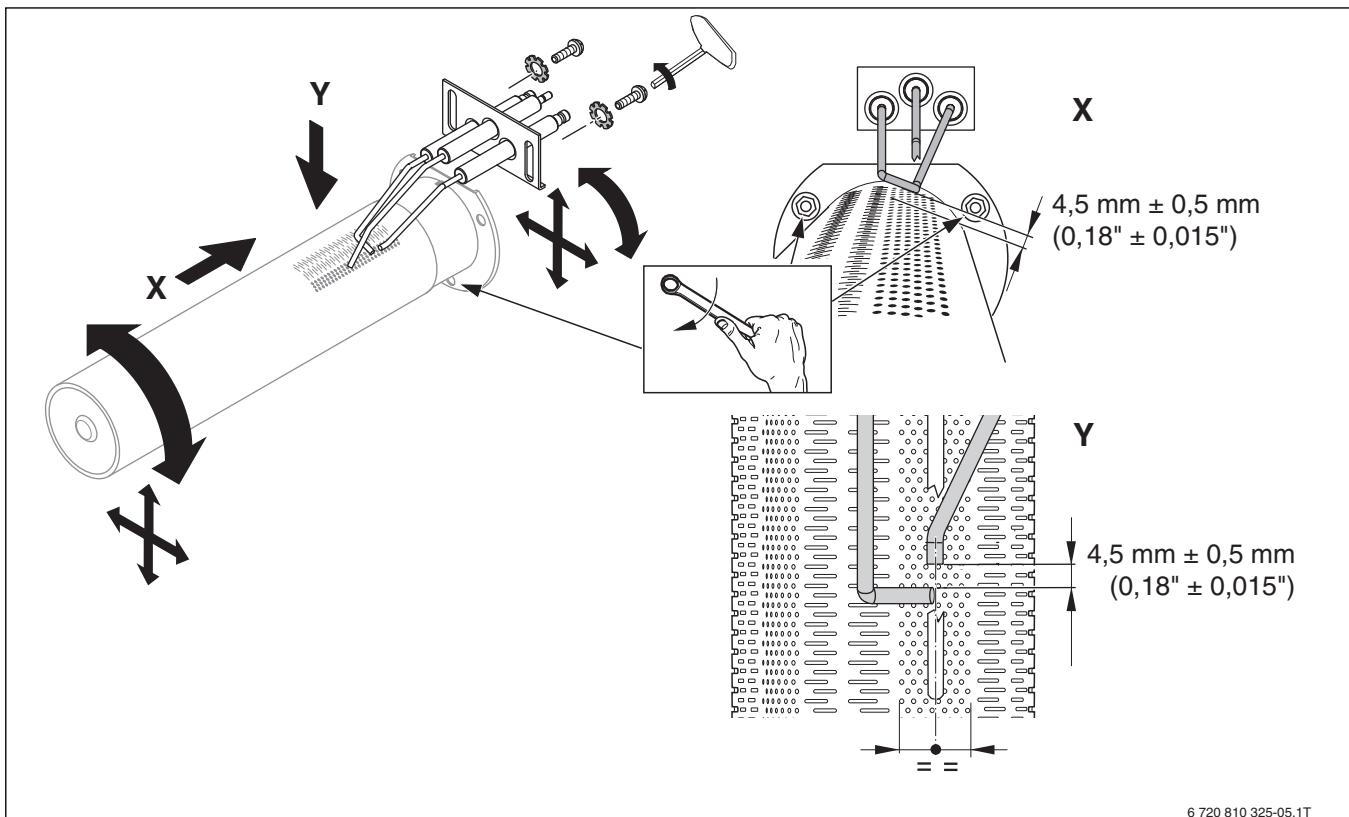

Рис. 65 Регулировка положения электродов (обзор)
- ▶ Измерьте расстояния от электродов до стержня горелки согласно → рис. 65 и при необходимости отрегулируйте их, смещая электрод в продольных отверстиях.
- ▶ Отрегулируйте стержень горелки так, чтобы положение электродов соответствовало → рис. 65. Электроды располагаются по центру перфорированного листа.
Отрегулируйте электроды в соответствии с рис. 65 на стр. 43.
- ▶ Проверяйте расстояние между запальными электродами по → рис. 65 (возможно обгорание).